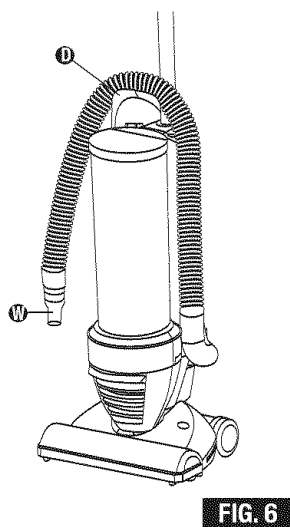

FIG. 6
- Step 1:** Pull the hose end (1) from the hose retainer at the bottom of the unit and the hose holder (2) at the top (FIG. 6).
- Paso 1:** Jale el extremo de la manguera (1) del retén de la manguera en la parte inferior de la máquina y del sostén de la manguera (2) en la parte superior (FIG. 6).